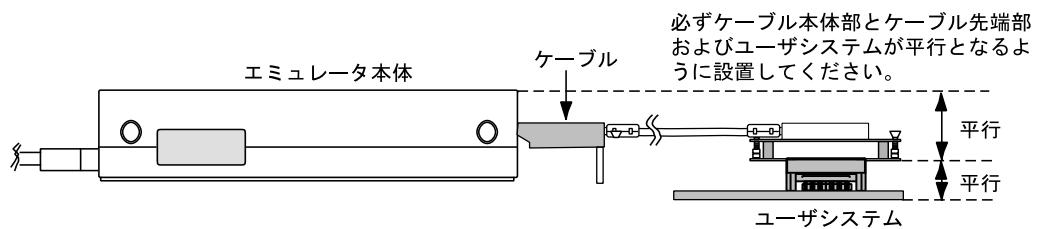

図 11 設置例
- (1) ユーザシステムへの接続時には1ピン位置に十分注意して、誤接続は絶対にしないでください。
- (2) 本ユーザシステムインターフェースケーブルを使用する場合の推奨マウントパッド寸法は、MCU実装用マウントパッド寸法とは異なりますので注意してください。
- (3) 本ユーザシステムインターフェースケーブルは、HS2556EPI61Hエミュレータ専用ですので、他のエミュレータ本体には使用しないでください。
- (4) ケーブル本体部が断線する可能性がありますので、本ユーザシステムインターフェースケーブルの上に重いものや金属等の角の尖ったものを置かないでください。
- (5) ユーザシステムに接続した状態では、ユーザシステムインターフェースケーブル、特にケーブル先端部に無理な力が加わらないように注意する必要があります。図11の設置例を参照してご使用ください。